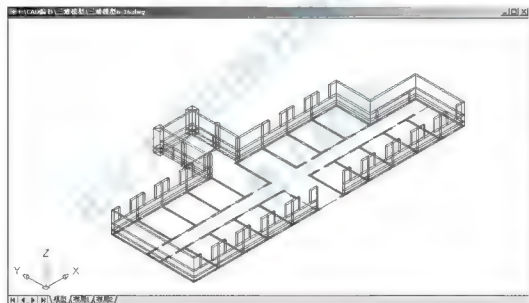

图 6.15 绘制其他窗间墙
③ 用【多段线】命令绘制其他的窗间墙，结果如图 6.15 所示。